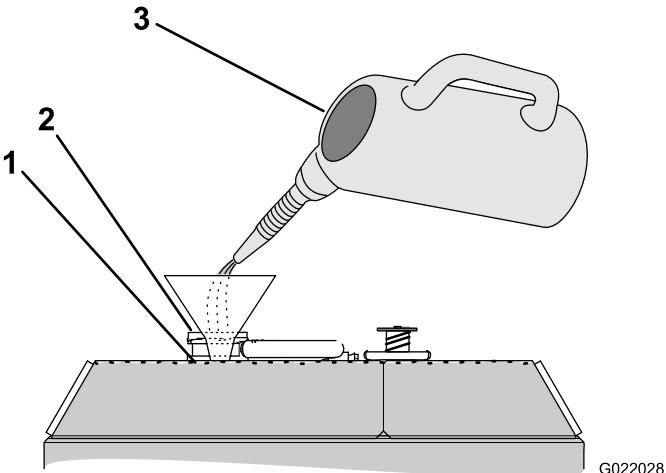

Figura 146
4. Llene el radiador de refrigerante hasta que el nivel de fluido llegue a la parte inferior del cuello de llenado (Figura 146).